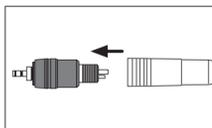

Fig. 43
- 1 Remova o acoplamento QD do tubo (Fig. 43).